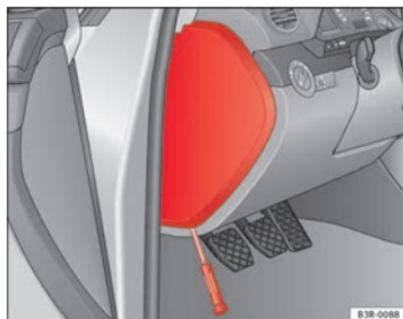

Fig. 186 Tapa de la caja de fusibles en el lado izquierdo del tablero de instrumentos
- Utilice un destornillador para abrir la tapa de los fusibles ⇒ fig. 186.